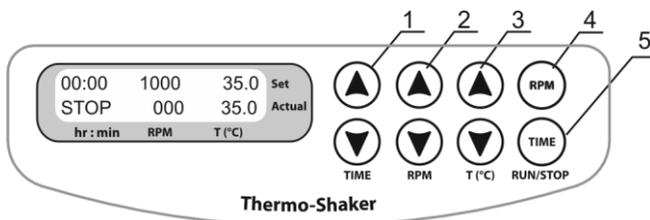
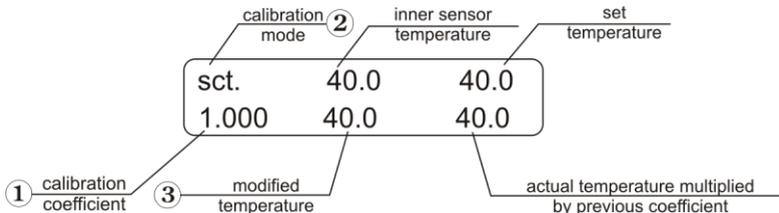

Fig. 3 Pannello di controllo
Fig.5 Pannello di controllo in modalità di calibrazione
- 4.3. **Impostazione del tempo (TIME).** Utilizzando i tasti **TIME ▲** e **▼** (Fig. 3/1), impostare l'intervallo di tempo operativo desiderato in ore e minuti (incremento di 1 minuto). Per aumentare l'incremento, tenere premuto il tasto per più di 3 secondi.
- 4.4. **Impostazione della velocità (RPM).** Utilizzando i tasti **▲** e **▼ RPM** (Fig. 3/2), impostare la velocità desiderata (incremento di 10 rpm). Per aumentare l'incremento, tenere premuto il tasto per più di 3 secondi.
- 4.5. **Impostazione della temperatura - T (°C).** Utilizzando i tasti **▲** e **▼ T (°C)** (Fig. 3/3), impostare la temperatura desiderata (incremento di 0,1 °C). Per aumentare l'incremento, tenere premuto il tasto per più di 3 secondi.
- 4.7. Premere il tasto **RPM-RUN/STOP** [RPM-avvio/arresto] (Fig. 3/4). Il blocco termico comincerà a ruotare e il timer comincerà a contare l'intervallo di tempo (precisione di 1 minuto).
- 4.10. Se necessario, è possibile riavviare il timer quando il dispositivo è in funzione. Premere una volta il tasto **TIME-RUN/STOP** [Tempo-avvio/arresto](Fig. 3/5) per fermare il timer. Premere nuovamente tasto **TIME-RUN/STOP** [Tempo-avvio/arresto]per riavviare il timer.
Attenzione! Al termine del tempo impostato, il movimento del blocco termico si arresta automaticamente, ma il riscaldamento può essere interrotto solo manualmente riducendo la temperatura utilizzando il tasto **▼ T (°C)** (Fig. 3/3 - tasto in basso) finché nella riga in alto (Set) del display compare l'indicazione OFF.
- 5.2. Per inserire il coefficiente di calibrazione, tenere premuto il tasto **TIME-RUN/STOP** [Tempo-avvio/arresto] (Fig. 3/5) per più di 8 secondi per attivare la modalità di calibrazione. Sul display comparirà il coefficiente di calibrazione (Fig. 5/1).
- 5.3. Impostare il valore 1,000 utilizzando i tasti ▲ e ▼ (Fig. 3/3) per ripristinare le impostazioni di fabbrica come indicato in Fig. 5/1.
- 5.9. Tenere premuto il tasto **TIME-RUN/STOP** [Tempo-avvio/arresto] (Fig. 3/5) per più di 8 secondi per attivare la modalità di calibrazione. Sul display compaiono i seguenti parametri (Fig. 5):
- 5.10. Utilizzare l'indicazione della temperatura con coefficiente moltiplicatore per impostare il nuovo valore della temperatura. Utilizzando i tasti **Temp.** “▲” and “▼” (Fig.3/3), modificare il coefficiente di calibrazione (Fig.6A/1) in modo che il nuovo valore della temperatura (Fig.6A/2) corrisponda al valore della temperatura del sensore autonomo. Nell'esempio riportato, il coefficiente di calibrazione è pari a 0,974 (intervallo: da 0,936 a 1,063; incremento di 0,001).
- 5.11. Dopo aver completato la calibrazione, premere una volta il tasto **RPM-RUN/STOP** [RPM-avvio/arresto](Fig.3/4) per salvare le modifiche e uscire dalla modalità di calibrazione.